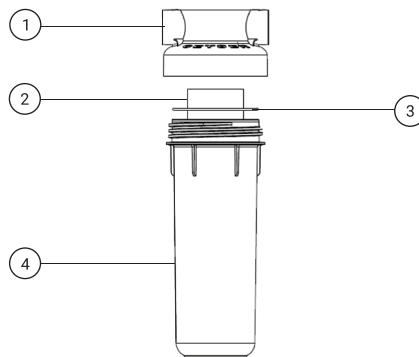

Рис. 14
2. При помощи ключа (входит в комплект поставки) отверните колбу (поз. 4, рис. 14) и замените картридж (поз. 2, рис. 14). Осторожно, в колбе может находиться вода!
3. Уплотнительное кольцо (поз. 3, рис. 14) перед повторной установкой смажьте силиконовой смазкой (не герметиком) или вазелином для более равномерного уплотнения колбы.
4. Наверните колбу (поз. 4, рис. 14) с картриджем на крышку (поз. 1, рис. 14) и подтяните ее ключом. Включите электропитание. Откройте подачу воды на фильтр.